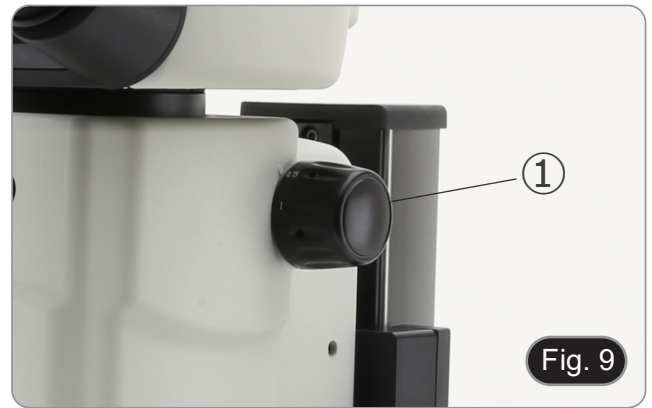

Fig. 9
1. Wählen Sie die gewünschte Vergrößerung mit dem Zoomschalter ① aus. (Fig. 9)